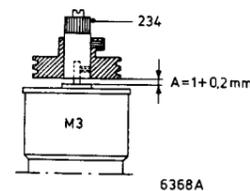

Fig. 48
n. Höheneinstellung der Riemenscheibe Pos 234 (Abb. 48)